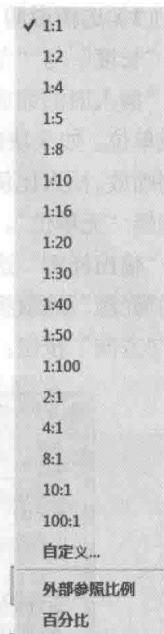

图 1-4 注释比例列表
- **当前视图的注释比例:** 单击注释比例右下角小三角符号弹出注释比例列表，如图 1-4 所示，可以根据需要选择适当的注释比例。